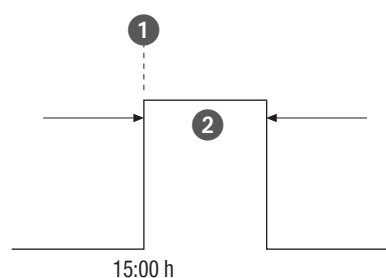

Fig. 30: Conexión por impulso
- (Fig. 30/①) Hora de inicio
- (Fig. 30/②) Duración = conexión ON